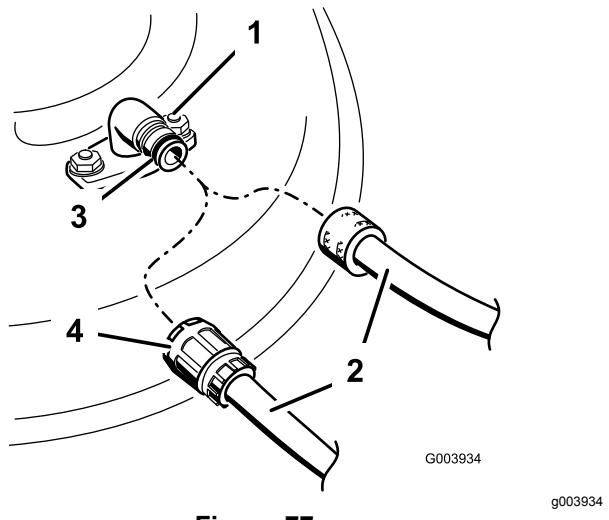

Figura 77
- Conecte el acoplamiento de la manguera al extremo del conector de lavado del cortacésped, y abra el grifo al máximo (Figura 77).